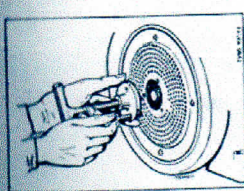

Fig. 9 - FIXAGE DE L'EXTRACTEUR SUR LE VOLANT
- c) Fixer la plaquette de l'extracteur au volant (Fig. 9) en vissant les trois boulons dans les trous filetés.